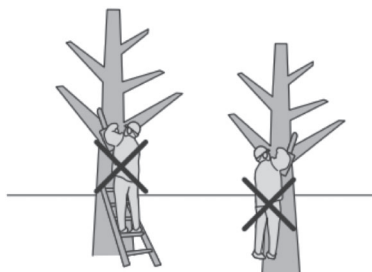

Рис. 17
6. Не работайте с аккумуляторной пилой с полностью вытянутыми руками, не пытайтесь распилить труднодоступные места и не стойте на лестнице во время пиления (рис. 17).